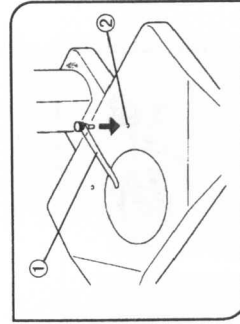

Abb. 11
- 8 Montieren der Objektiven (Abb. 11)**
- Die Objektiven ① in die beiden Bohrungen ② an der Oberseite des Sockels einsetzen.